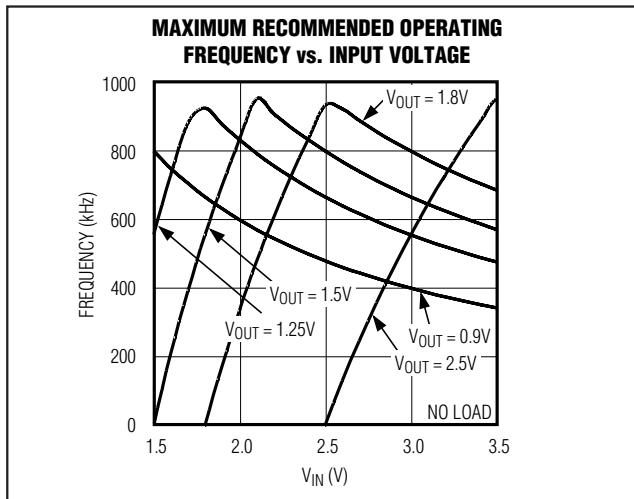

图 6. 最大工作频率与输入电压的关系图
- 1) 设定所需的 PWM 模式的开关频率。最大工作频率参见图 6。